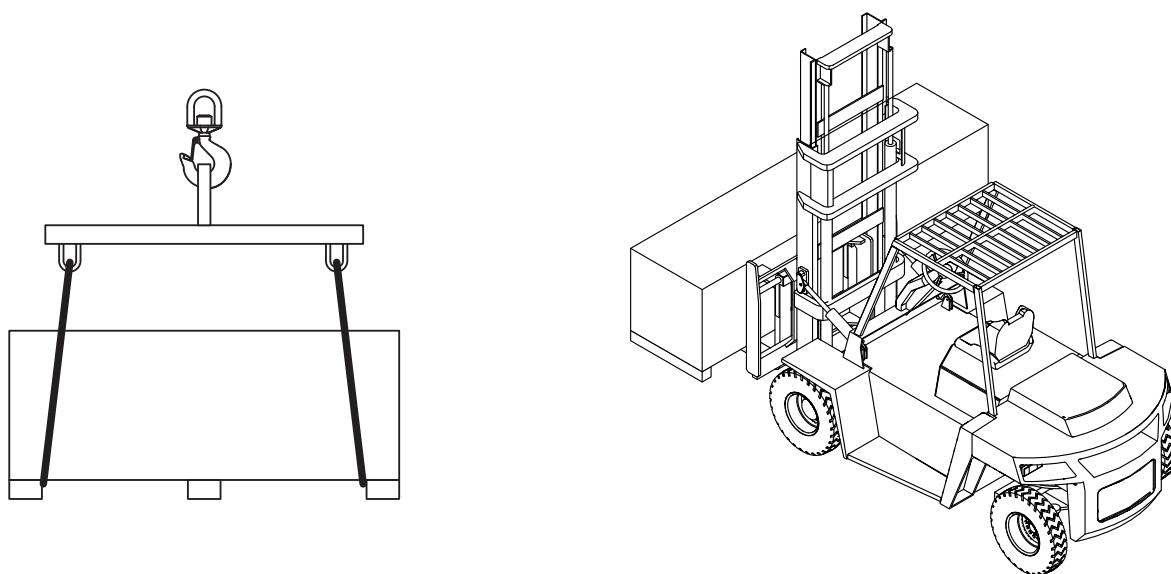

Fig. 5
- Le operazioni di sollevamento debbono essere eseguite come da Fig.5.
- Sollevare con cautela adoperando adeguati mezzi di sostegno del carico in perfetta efficienza. Utilizzando gli appositi punti di aggancio come indicato in Fig.5.
- Lifting operations must be performed as shown in Fig.5.
- Take every precaution and use lifting mechanisms that are in good working order. Use the special lifting points indicated in Fig.5.
- Beim Anheben gemäß Abb.5 vorgehen.
- Die Last vorsichtig anheben und sie mit geeigneten und funktionstüchtigen Hilfsmitteln stützen. Dabei die auf Abb.5 gezeigten Anschlagpunkte einhalten.
- Les opérations de levage doivent être réalisées comme indiqué à la Fig.5.
- Soulever avec attention: utiliser des moyens de support de la charge parfaitement efficaces et se servir des points d'attelage comme indiqué à la Fig.5.